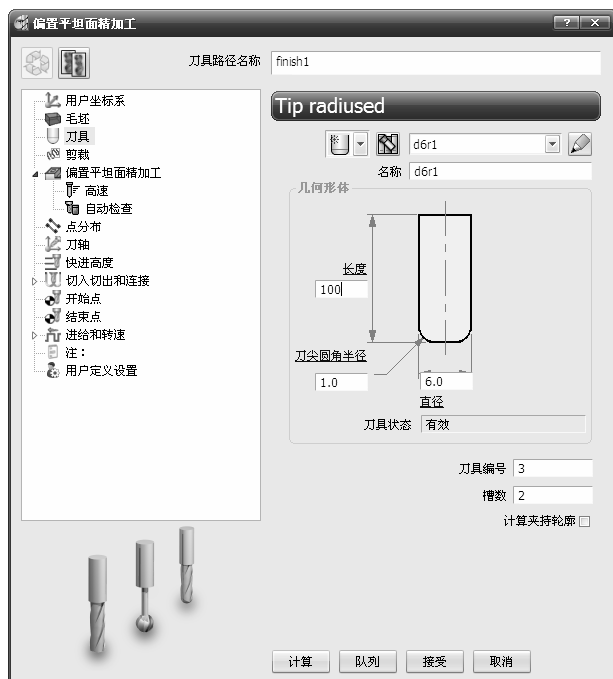

图 3-158 “偏置平坦面精加工”对话框
2) 在弹出的“偏置平坦面精加工”对话框中设置相关参数,如图 3-158 所示。